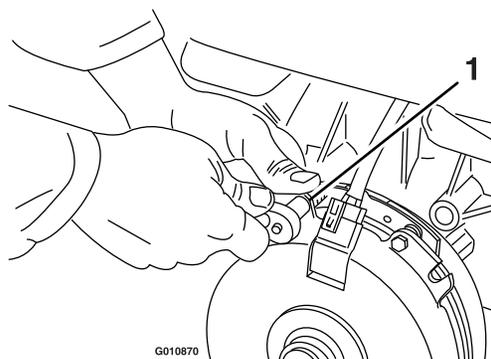

図 68
- A. 図 68に示すように、両方のブレーキ取り付けボルトを1/2-1回転緩める。